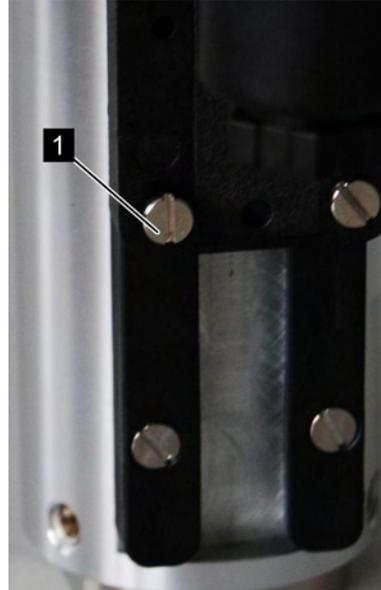

Abb. 32: Feststellschrauben lösen
1. ➤ Die Feststellschrauben des Schaltkontaktes (Abb. 32/1) mit einem Schlitzschraubendreher lösen
6. ➤ Feststellschrauben des Schaltkontaktes (Abb. 32/1) mit einem Sechskant-Schraubendreher wieder anziehen. Dabei Schrauben-Anziedrehmoment beachten.